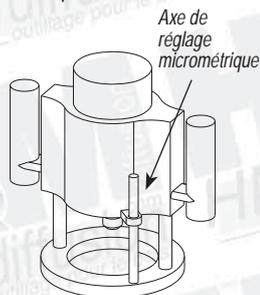

Figure 56 : Défonceuse équipée d'un réglage micrométrique sur la semelle
- Démontez les systèmes de descente, de butée et de verrouillage présents sur la tige fileté reliant la semelle de la défonceuse au bloc-moteur susceptible de gêner le mouvement de la défonceuse. (Voir figure 56).